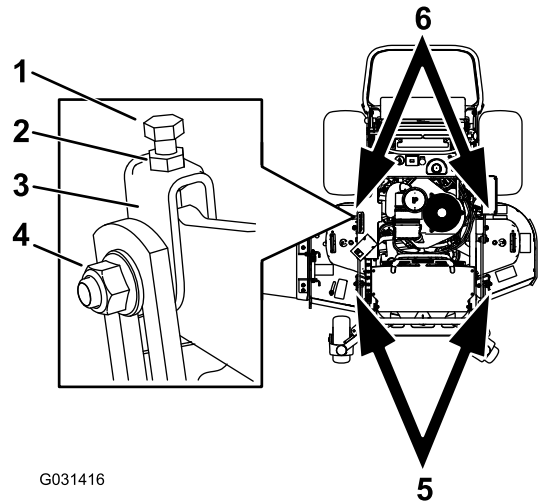

Figure 4
- Desserrez les écrous de blocage et les boulons latéraux sur les chapes des chaînes du tablier et des tringleries (Figure 4).
- Tournez le boulon supérieur des chapes dans le sens horaire jusqu'à ce qu'il n'y ait plus de mou dans les chaînes et les tringleries (Figure 4).
- Resserrez les écrous de blocage et les boulons latéraux (Figure 4).